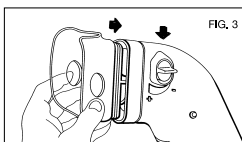

FIG. 3
3. Volver a poner la máscara respiratoria (fig. 3), asegurarse de que la manecilla de regulación esté en la posición deseada: (-) para curar las vías respiratorias bajas, (+) para curar las altas.